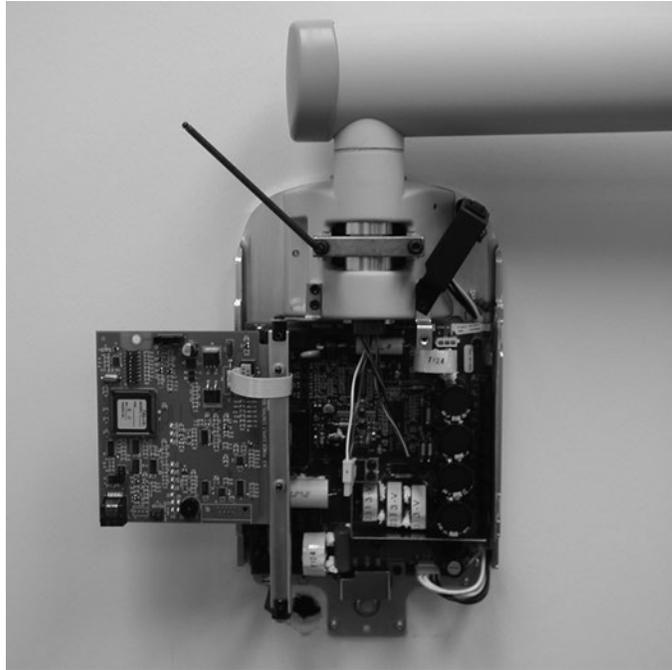

Figura 35
2. Usando una llave Allen de 4 mm, como se muestra en la *Figura 35*, ajustar los tornillos de igual manera para aplicar el freno adecuado al poste de pivote de modo que el brazo horizontal comience a moverse luego del brazo de articulación.